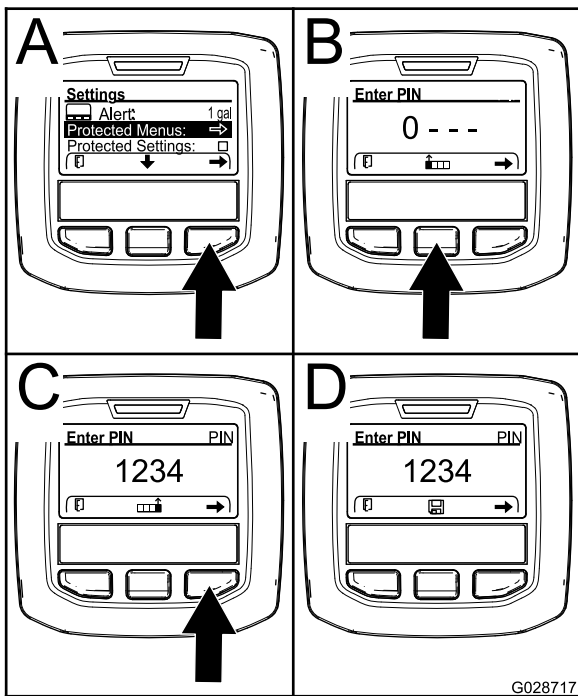

Bild 25
4. Drücken Sie die rechte Auswahltaste, um „Geschützte Menüs“ auszuwählen (A in Bild 25).
- Drücken Sie die mittlere Auswahltaste (B in Bild 25), um den numerischen Wert zu erhöhen (0 bis 9).
- Drücken Sie die rechte Auswahltaste (C in Bild 25), um den Cursor auf die nächste numerische Stelle nach rechts zu verschieben.
Hinweis: Das Speichern-Symbol wird über der mittleren Auswahltaste angezeigt (D in Bild 25).